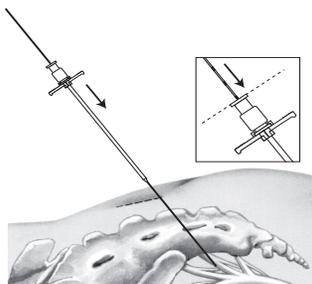

Figure 5. Adapter le dilateur et la gaine de l'introducteur sur le guide directionnel.
4. En maintenant le guide directionnel en place près de la peau, adapter le dilateur et la gaine de l'introducteur sur le guide directionnel et l'avancer dans le trou sacré. Aligner la partie inférieure de la troisième graduation la plus proximale du guide directionnel sur la partie supérieure du dilateur (Figure 5).